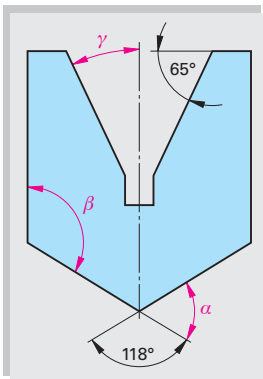

Bild 4: Schablone
- Schablone (Bild 4):** Die Winkel α , β und γ der Schablone sind zu berechnen.